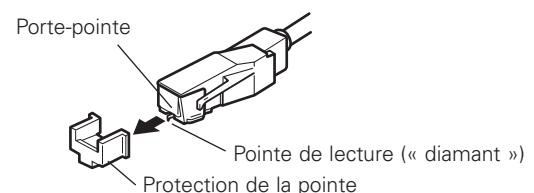

Figure 4
1. Retirez la protection de la pointe de lecture (fig. 4).